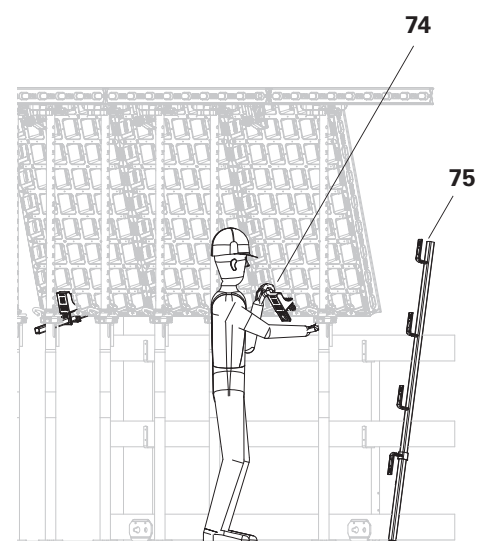

Fig. D4.02b
2. Fixer le support de garde-corps pour dalle DUO (74), face plane orientée vers le bas, à travers l'encoche de connexion du panneau. (Fig. D4.02b)